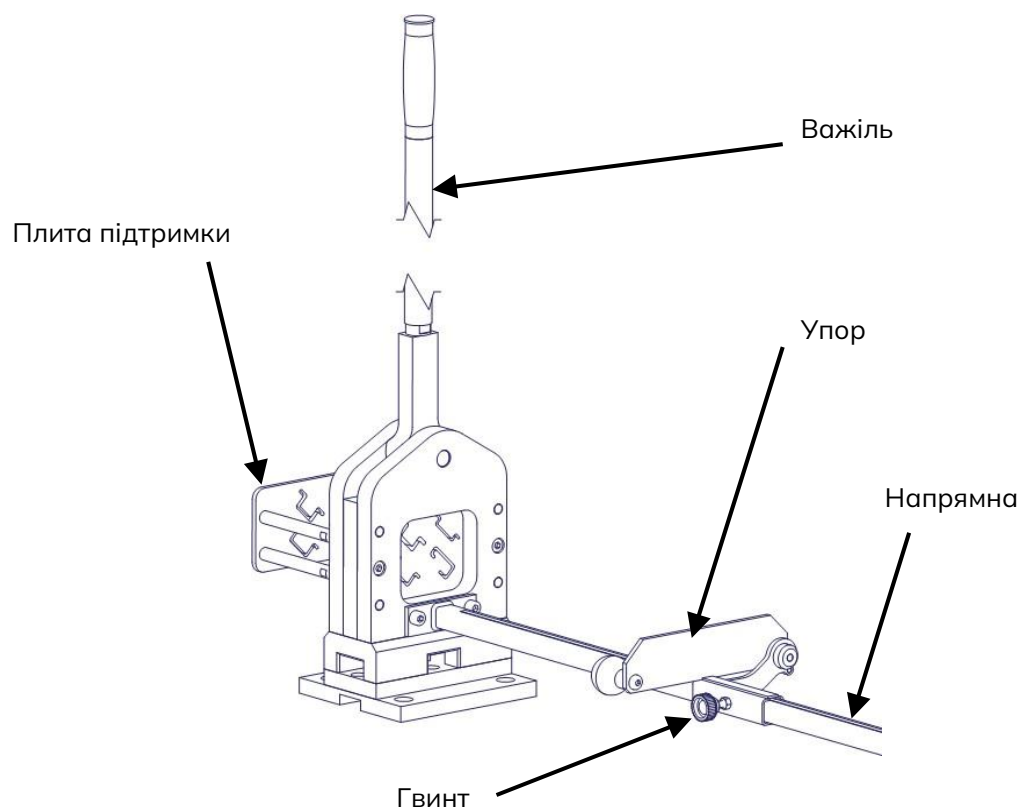

Рис. 2
- Встановити упор на задану довжину та зафіксувати його, затягнувши гвинт упору (рис. 2) – залежно від варіанту оснащення.